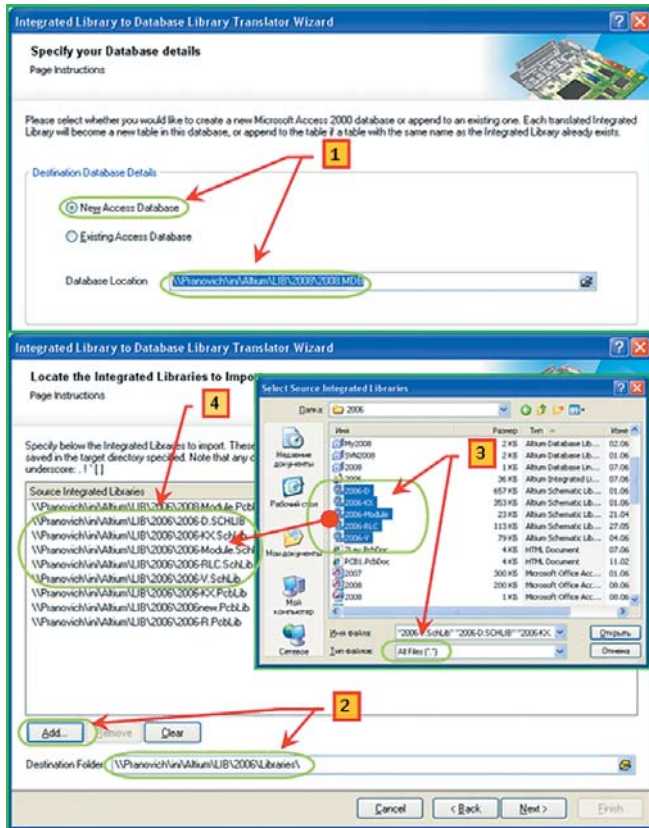

Рис. 2. Импорт данных из библиотек в базу данных
Опишем работу транслятора библиотек подробнее (рис. 2):
1. В окне **Integrated Library to Database Library Translator Wizard** устанавливаем флаг **New Access Database**, для создания новой базы данных, а также укажем место и имя (например, `\\Pranovich\ini\Altium\LIB\2006\2008.MD`), где будет храниться созданная база. После проверки на доступность места нужно подтвердить данный путь (на рис. 2 это не показано).